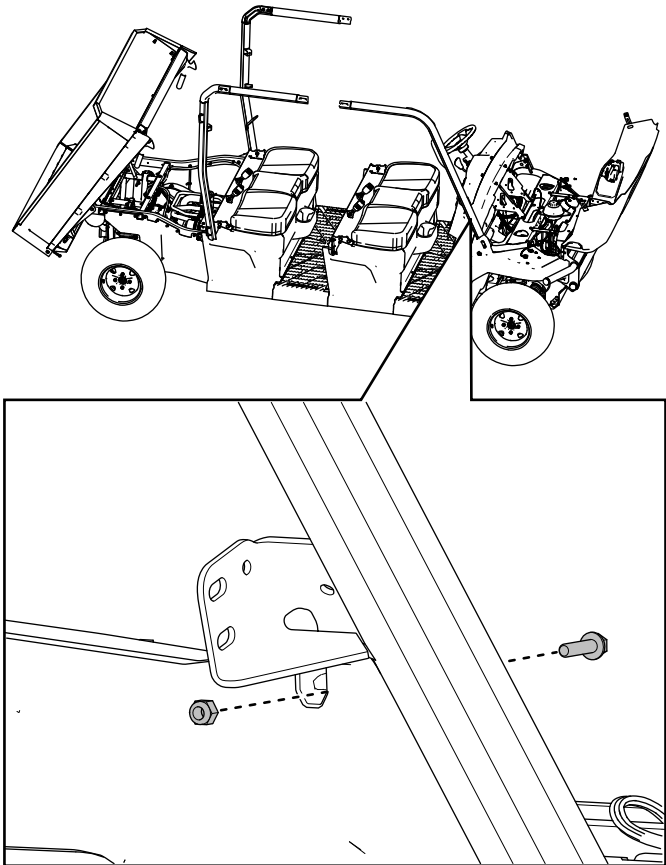

Bild 39
11. Befestigen Sie die rechte, vordere Überrollbügelbaugruppe mit einer Sechskant-Scheibenkopfschraube ($\frac{1}{4}$ " x 1") und einer Sicherungsmutter ($\frac{1}{4}$ ") lose am Armaturenbrett, wie in **Bild 39** dargestellt.